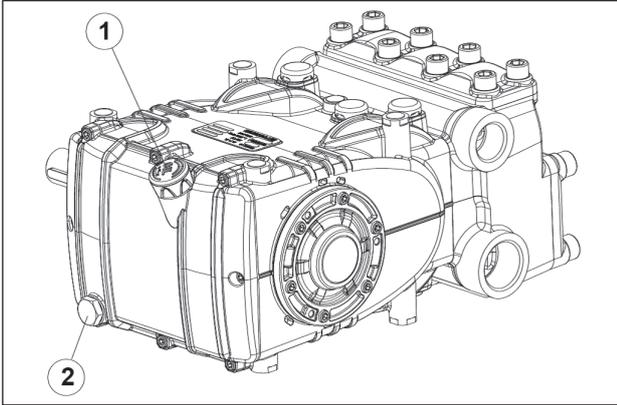

图 1
机械部件的维修作业必须从泵壳中排油后再进行。排油时必须拆除：油位尺（部件号 ①），接着拆除塞子（部件号 ②，图 1）。